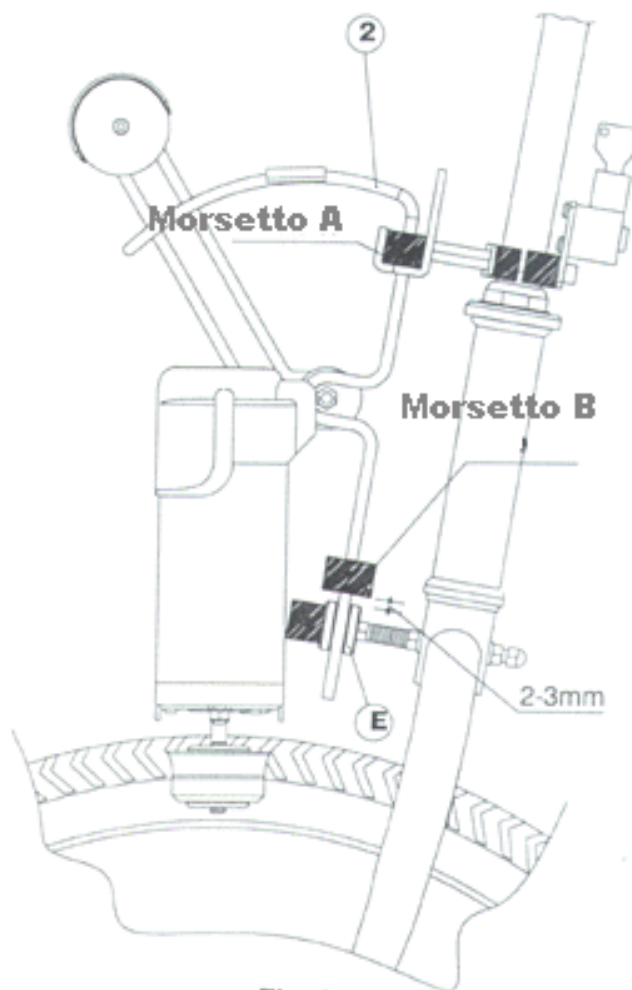

Fig. 9
2. Dopo avere inserito i motori sulle staffe, morsetto A (**Vedi Fig. 9**) determinate l'altezza dei motori in riferimento al pneumatico. Il morsetto è chiuso ma non ancora fissato - spingetelo giù lentamente (**Vedi punto 2 in Fig. 9**) fino a che i rulli frizione sono posizionati correttamente - il profilo dei rulli deve essere allineato con il profilo del pneumatico (**Vedi Fig.9 e 10**). In questa posizione fissare le viti a brugola anteriori del morsetto **A** dopo avvicinare il morsetto **B** fino ad una distanza di circa 2-3mm dal riferimento a disco (**E**) fissare strette le viti a brugola.